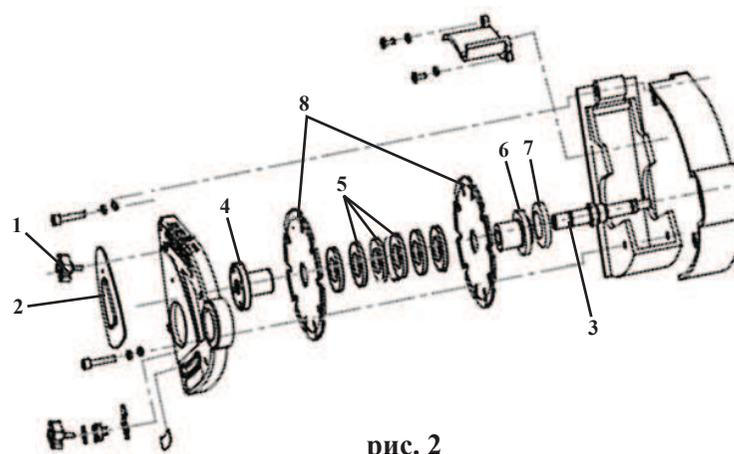

рис. 2
Ослабьте винт **1** (рис. 2) окна для замены дисков **2** (рис. 2). Зафиксируйте шпindel **3** (рис. 2) стопором **5** (рис. 1).
Ключом отвинтите зажимную шайбу **4** (рис. 1) и снимите промежуточные шайбы **5** (рис. 2) со шпинделя **3** (рис. 2). На шпинделе остаётся только шайба опорная **6** (рис. 2) и кольцо промежуточное **7** (рис. 2)
**Внимание!** Перед установкой первого режущего диска обязательно насадите на шпиндель, по крайней мере, одну промежуточную шайбу 7 (рис. 2).
Ширина прорезаемой штробы определяется количеством промежуточных шайб 5 (рис. 2), установленных между двумя алмазными режущими дисками 8 (рис. 2), и шириной пропила, возникающего в результате резания режущими дисками. Ширина штробы рассчитывается следующим образом: **Ширина штробы = толщина промежуточных шайб + толщина алмазных режущих дисков.**